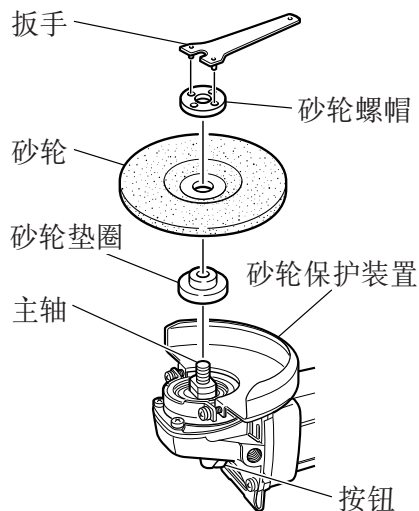

图 2
在打开电源开关之前按两下按钮，检查它是否已被释放。（图 2）
砂轮的组装与分解（图 2）
1. 组装（图 2）
- (1) 将角向磨光机的上部朝下，以使主轴朝上。
- (2) 将砂轮垫圈的十字平面对准主轴的缺口部分，然后装上它们。
- (3) 将砂轮的突起部安装在砂轮垫圈上。
- (4) 将砂轮螺帽拧在主轴上。
- (5) 用一只手按下按钮，同时用另一只手慢慢地转动砂轮以卡紧主轴。
- 如图 2 所示，用附带的扳手拧紧砂轮螺帽。